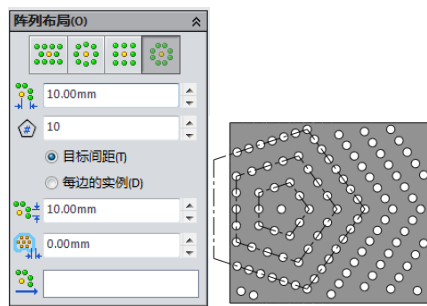

图 5-162 多边形阵列
-  多边形：生成多边形阵列，如图 5-162 所示为其参数选项和阵列效果。